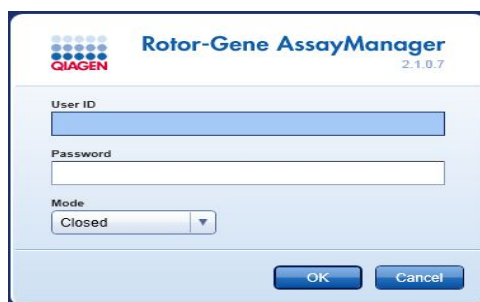

Figura 6. Schermata di login di Rotor-Gene AssayManager.
13. Aprire il software Rotor-Gene AssayManager facendo clic sull'icona: . Si apre la finestra di Rotor-Gene AssayManager (Figura 6).